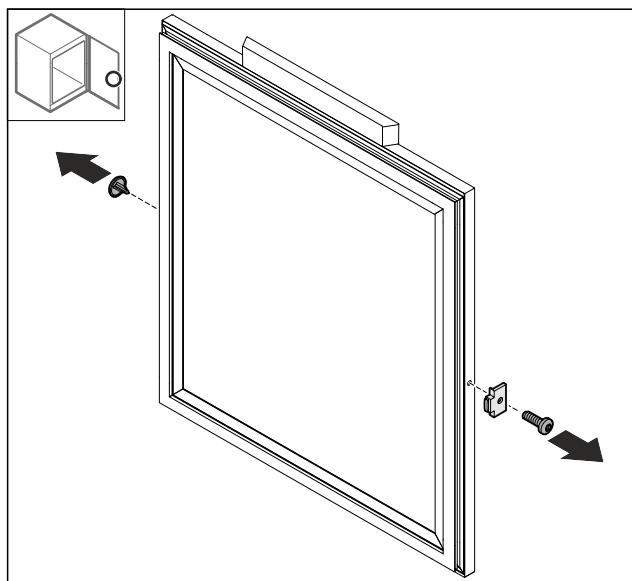

Fig. 73
- Odstraňte kryt Fig. 73 (1).
- Odmontujte dvevní zarážku Fig. 73 (2).